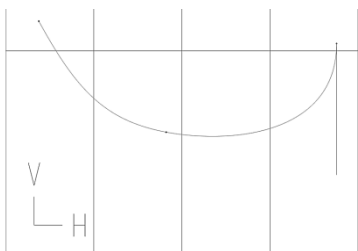

图 7-104 端点竖直曲线
- ⑤ 垂直：端点设置为水平约束的曲线，其切线方向与系统默认水平方向垂直，如图 7-104 所示。